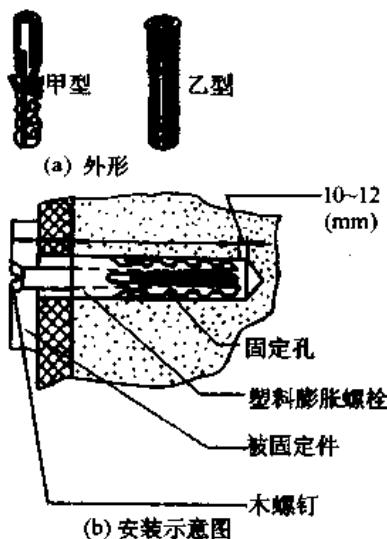

图 2-39 塑料膨胀螺栓
(2) 塑料膨胀螺栓 又称塑料胀管、塑料塞、塑料棒，由胀管和木螺丝组成。胀管通常用聚乙烯、聚丙烯等材料制成。塑料膨胀螺栓的外形有多种，常见的有两种，如图 2-39 所示，其中甲型应用较多。